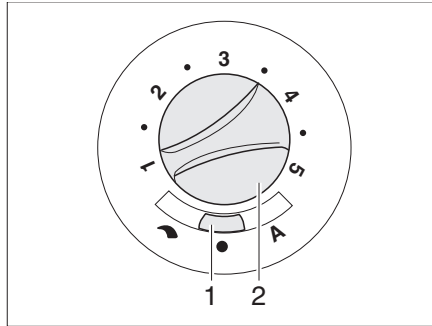

Fig. 108 Conmutador de mando para ventilador de circulación de aire (12 V)
- Ajustar el conmutador deslizante (Fig. 108,1) en "↷" (regulación manual) o "A" (modo automático).
- Cuando en el conmutador deslizante (Fig. 108,1) está ajustado "↷" (regulación manual): Ajustar la potencia deseada del ventilador de circulación de aire con el botón giratorio (Fig. 108,2).
- Ajustar el conmutador deslizante (Fig. 108,1) en "●" (Off). Con el funcionamiento de la calefacción esta posición del conmutador no tiene función.